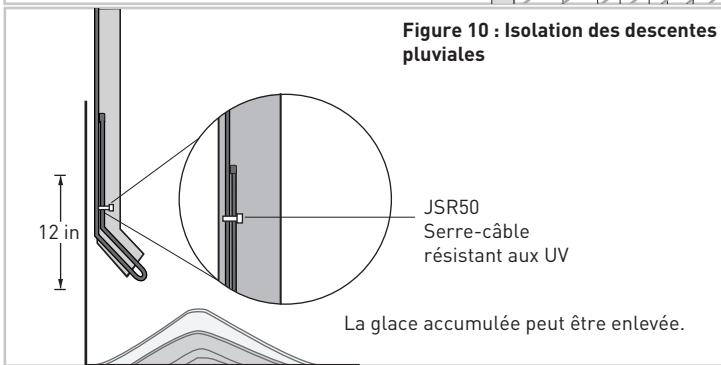

Figure 10 : Isolation des descentes pluviales
- Faire passer le câble chauffant le long des gouttières et dans les descentes pluviales, jusqu'en dessous du niveau de congélation. La fixation permanente du câble au fond de la gouttière n'est pas nécessaire. Boucler le câble chauffant dans les descentes pluviales. Ne pas laisser l'extrémité du JHSF1-CT dans l'air à l'extrémité du tuyau de descente comme le montre la figure 10.